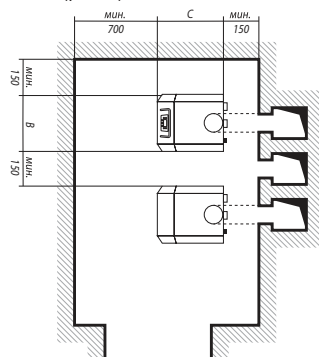

Рис. 4. Схема размещения котла в помещении
- 4.4. Необходимо оставить свободное пространство вокруг котла для безопасного проведения сервисного обслуживания и ремонтных работ. Рекомендуемые минимальные расстояния указаны на схеме (рис.4).